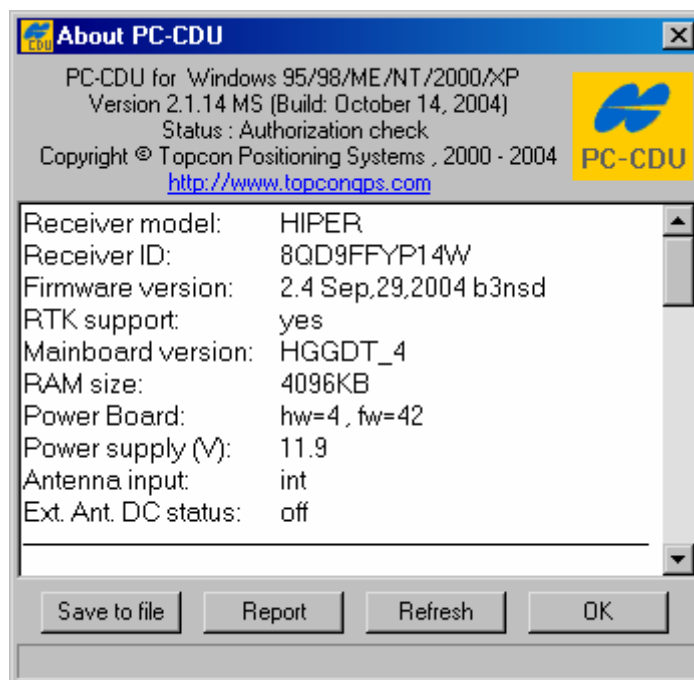

Рисунок 4-12. О PC-CDU
2. Выберите пункт меню **Help > About (Помощь > О программе)**. Откроется диалоговое окно **About PC-CDU** (см. рис. 4-12).